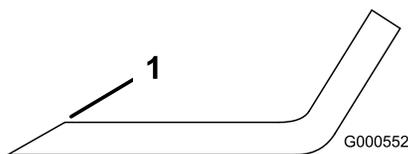

Рисунок 77
1. Заточите напильником режущую кромку на обоих концах ножа (Рисунок 77).
Примечание: Если нож не сбалансирован, удалите некоторое количество металла только с конца области загиба (Рисунок 77).